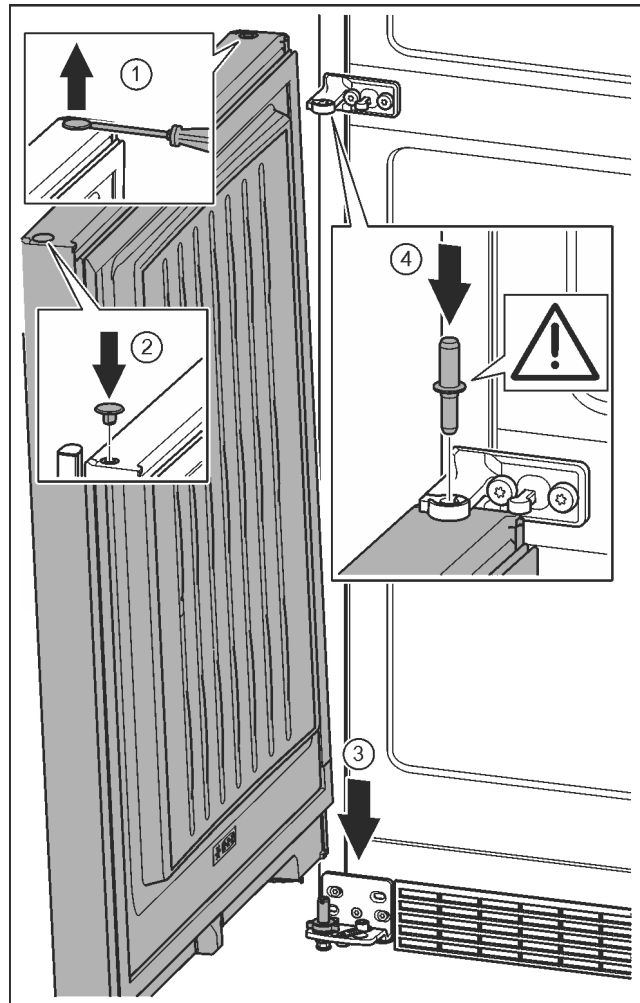

Fig. 22
- ▶ Stop voorzichtig met een sleufschroevendraaier optillen en eruit trekken. Fig. 22 (1)
- ▶ Stop op de andere deurzijde weer aanbrengen. Fig. 22 (2)
- ▶ Deur van boven op de onderste lagerbout plaatsen. Fig. 22 (3)
- ▶ Het midden van de lagerbout door het midden van de lagerbus in de onderste deur aanbrengen. Let op dat de vergrendelnok naar achter wijst. Fig. 22 (4)